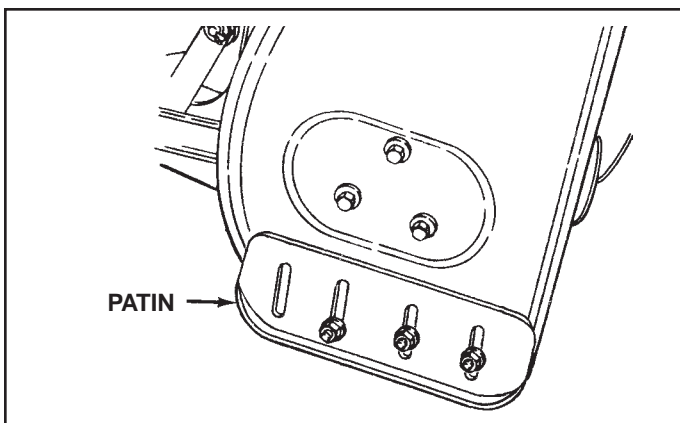

FIGURE 59
## VÉRIFIER L'USURE DE LA PLAQUE ET DES PATINS (Se référer aux figures 59 et 60 à la page 50)
- Soulever la souffleuse du sol et placer un bloc sous les deux extrémités de la plaque d'usure. Desserrer les six écrous hexagonaux retenant les patins au carter. Régler les deux patins vers le haut ou vers le bas et resserrer les écrous soigneusement. Régler les deux patins à la même hauteur pour que le carter et la plaque d'usure soit au même niveau. Voir la figure 59.